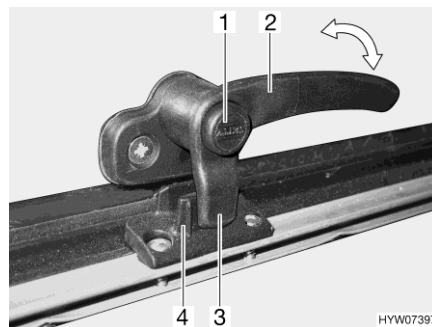
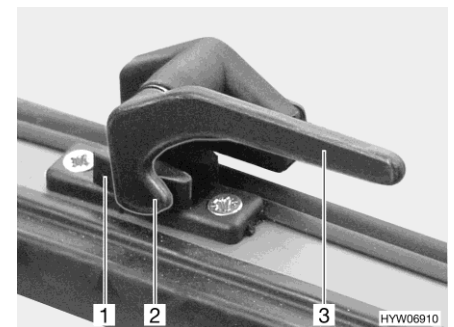

Fig. 113 Leva di serraggio con bottone di sicurezza in posizione "Chiuso"
Fig. 114 Leva di serraggio in posizione "Chiuso"
- Se presente, premere e tenere premuto il bottone di sicurezza (Fig. 113,1).
- Ruotare tutte le leve di serraggio (Fig. 113,2 o Fig. 114,3) di un quarto di giro verso il centro dell'oblò.
- Ruotare tutte le leve di serraggio (Fig. 113,2 o Fig. 114,3) di un quarto di giro verso il telaio. Il nasello di chiusura (Fig. 113 o Fig. 114,2) si trova sulla parte interna del bloccaggio dell'oblò (Fig. 113,4 o Fig. 114,1).
- In posizione "Completamente chiusa" (Fig. 113 e Fig. 114)